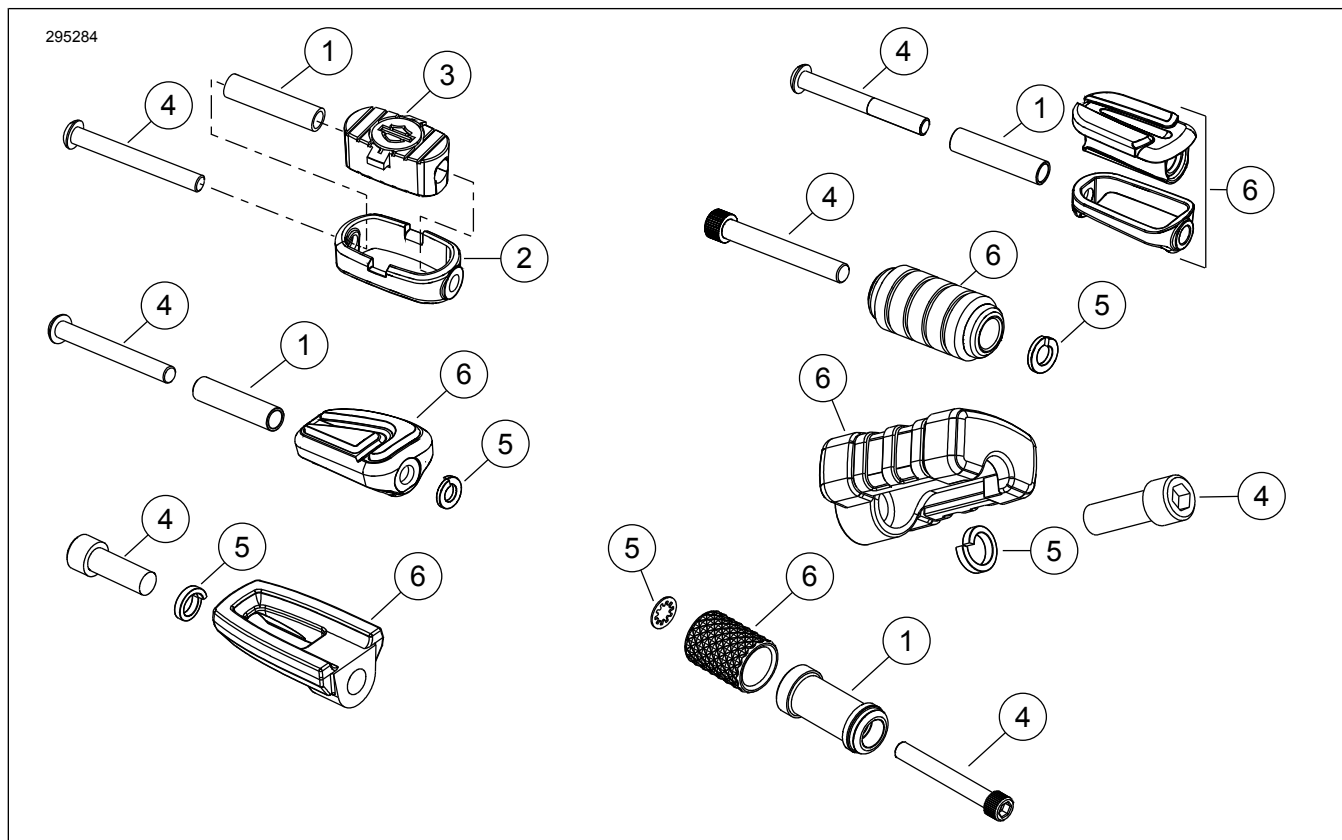

図1。ShifterPegKit (シフターペグキット)
「図1」および「表1」を参照してください。
2. 「図1」を参照。キット33946-05および33600008の場合: 必要場合は、シフターペグを組み立てます。